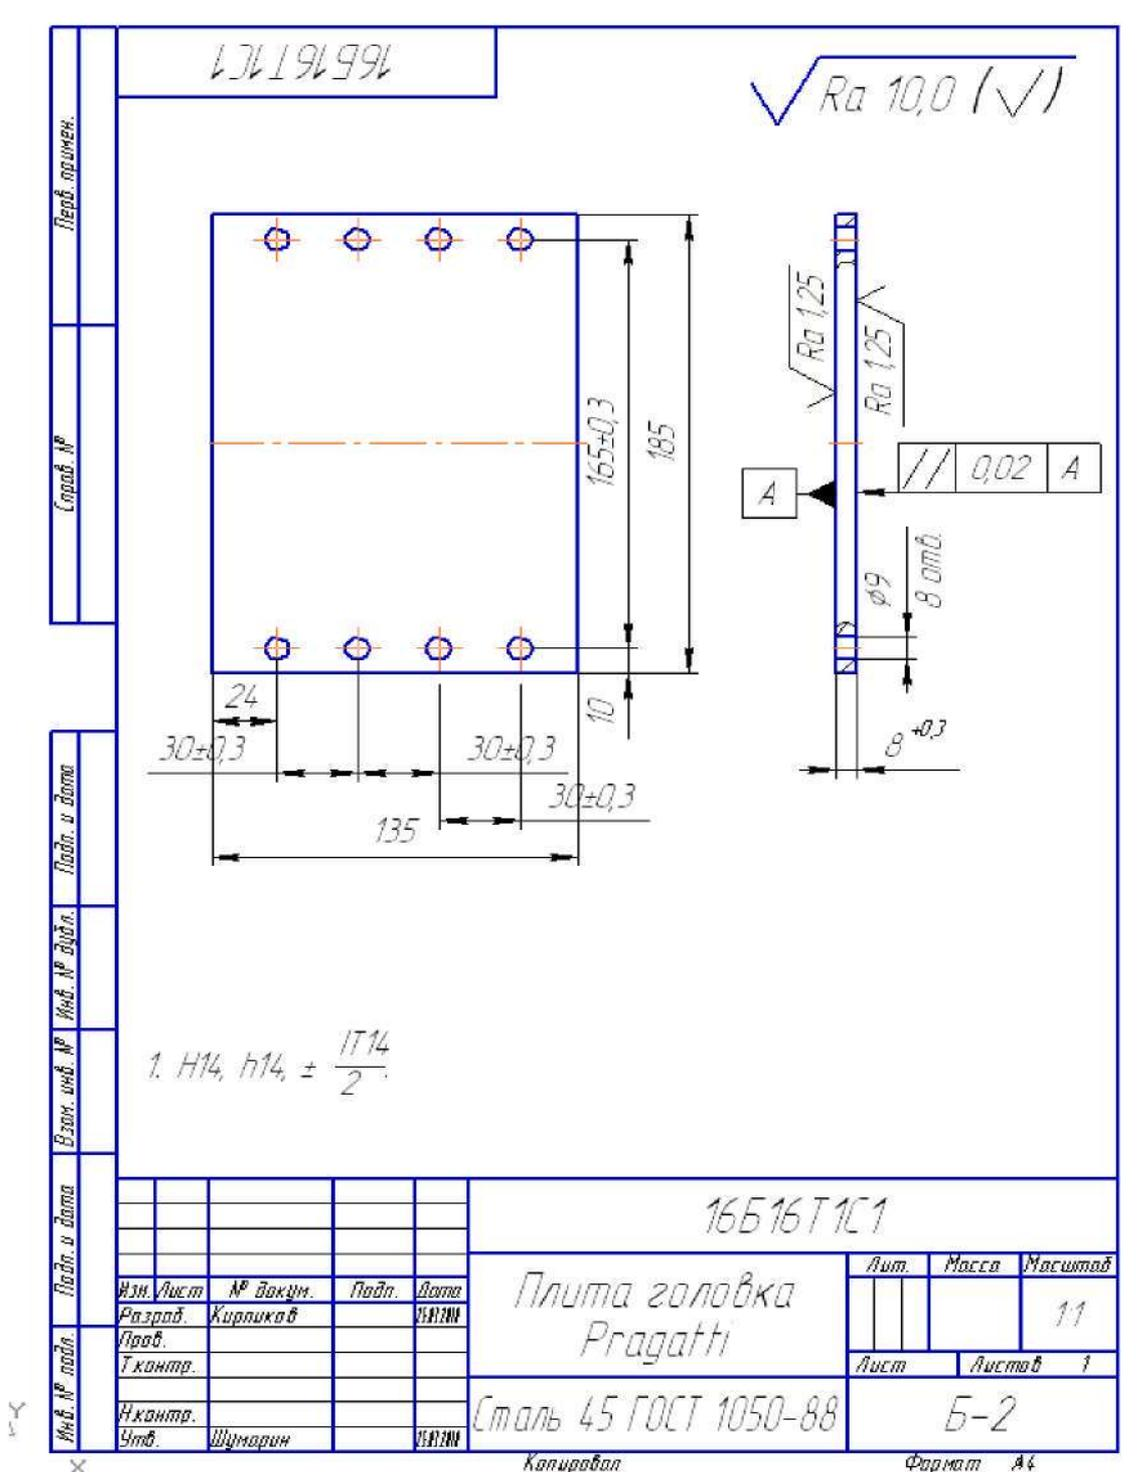

Рис.12
- 1.2. Рассчитать толщину плиты в соответствии с разделом 1 данного руководства. Примерная толщина плиты 1÷3 мм. Установить головку и плиту (рис. 12. Приложение 2.) на суппорт станка по установочной плоскости.
- 1.3. По размерам (рис. 12. Приложение 2.) провести разметку, сверловку, и нарезку резьбы в 8-ми отверстиях М 8 с глубиной 25 мм. в поперечном суппорте.
- 2.2. Рассчитать толщину плиты в соответствии с разделом 1 данного руководства. Примерная толщина плиты 7÷9 мм. Установить головку и плиту (рис. 12 Приложение 2.) на суппорт станка по установочной плоскости.
- 2.3. По размерам (рис. 12. Приложение 2.) провести разметку, сверловку, и нарезку резьбы в 8-ми отверстиях М 8 с глубиной 25 мм. в поперечном суппорте.
плиту (рис. 12 Приложение 2.) на суппорт станка по установочной плоскости.
- 4.3. По размерам (рис. 12. Приложение 2.) в плите провести разметку, сверловку, и нарезку резьбы в 8-ми отверстиях М 8 с глубиной 25 мм. в поперечном суппорте.